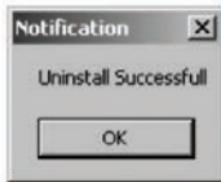

Рисунок 6.7
- при успешном удалении драйвера появляется следующая форма (рисунок 6.7). Для закрытия экранной формы следует нажать кнопку «OK».